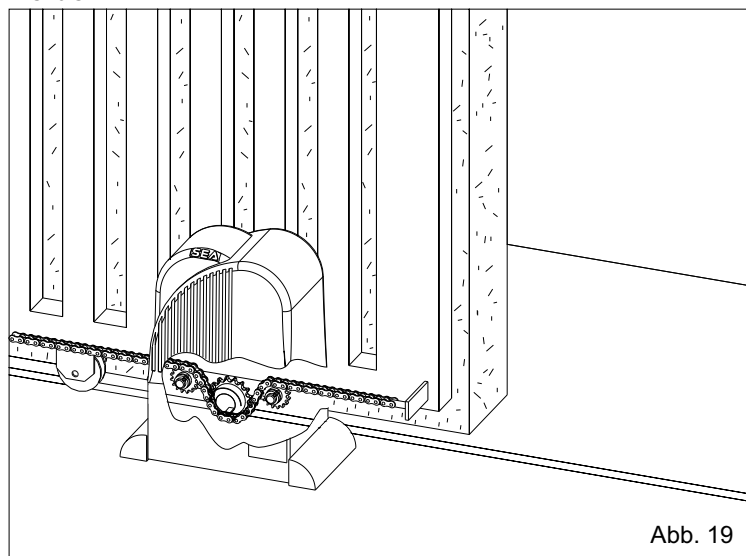
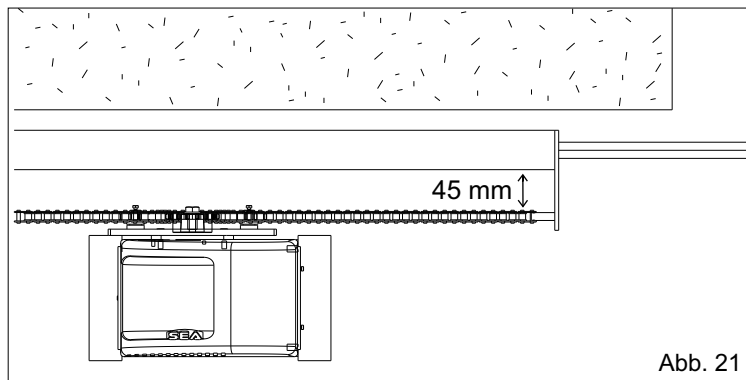
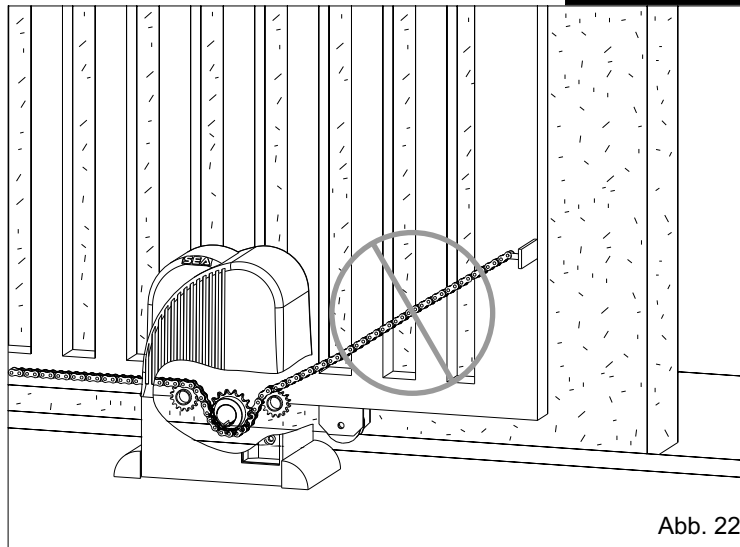

Abb. 19
Abb. 21
Abb. 22
In Abb. 19 und 20 wurde die korrekte Montage bei geschlossenem und offenem Tor abgebildet; Achtung, der vorgegebene Kettenweg im Inneren der Zahnradgruppe muss strikt eingehalten werden.
Hinweis: Die Löcher für den Kettenspanner beziehungsweise für die Kette selbst müssen sich in einem Mindestabstand von 45 mm vom Tor befinden (Abb. 21).
9.2. Die Kette installieren, indem man sie durch die Zahnradgruppe, wie in Abb. 18 durchlaufen lässt. Die Kette muss sowohl vertikal (Abb. 19) wie horizontal (Abb. 21) immer geradlinig sein, andernfalls (Abb. 22 und 23) könnte ihre Entgleisung von der Zahnradgruppe oder eine höhere Beanspruchung des Untersetzungsgetriebes und somit ein schlechter Betrieb des Systems die Folge sein.